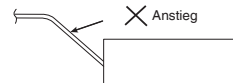

Abb. 3-9
- Das Rohr nicht so einbauen, dass es von der Anschlussstelle aus ansteigt. In diesem Fall fließt das Ablaufwasser zurück in das Gerät, was nach dem Ausschalten Leckwasser verursacht. (Abb. 3-9)